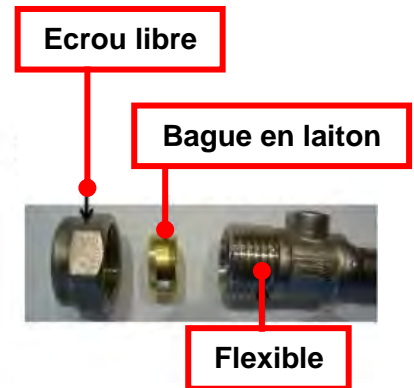

Figure 15 : Raccordement cuivre arrivée d'eau
- Remettez la bague en laiton dans l'écrou (Figure 15)